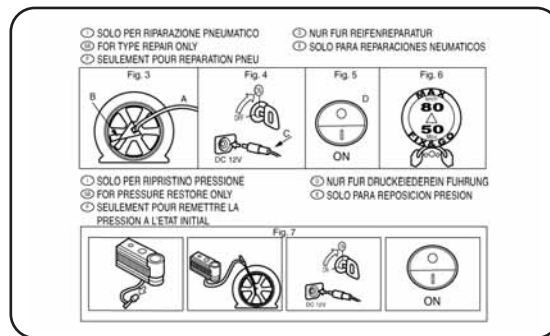

fig. 3
- pieghevole informativo (vedere fig. 3), utilizzato per un pronto uso corretto del kit di riparazione rapida e successivamente consegnato al personale che dovrà maneggiare il pneumatico trattato;